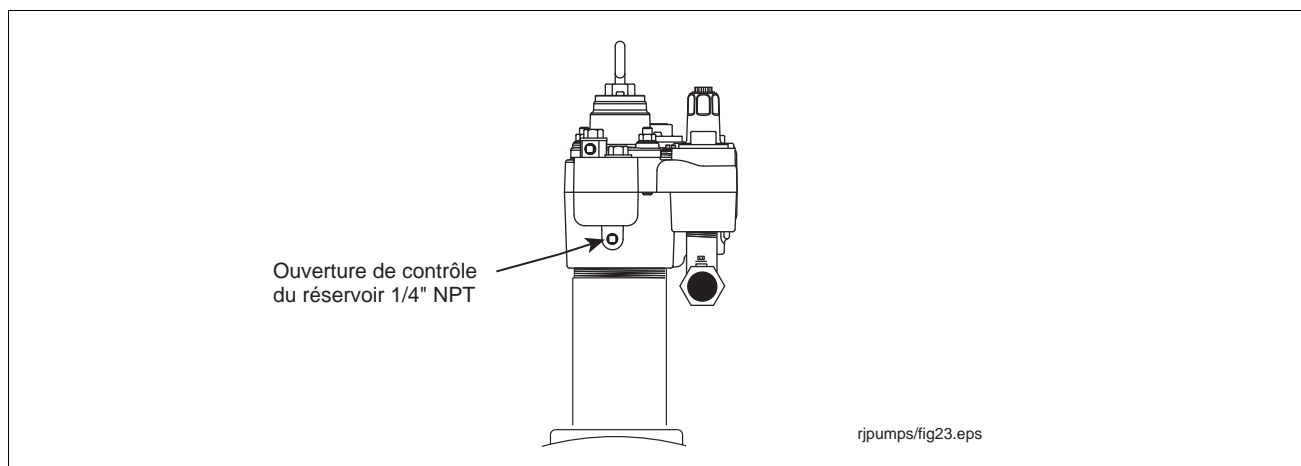

Figure 52. Attache pour contrôler le réservoir sur le collecteur
2. Retirer et conserver la prise de 1/4 " NPT de l'attache de contrôle du réservoir et raccorder l'équipement de contrôle du réservoir (voir Figure 52).